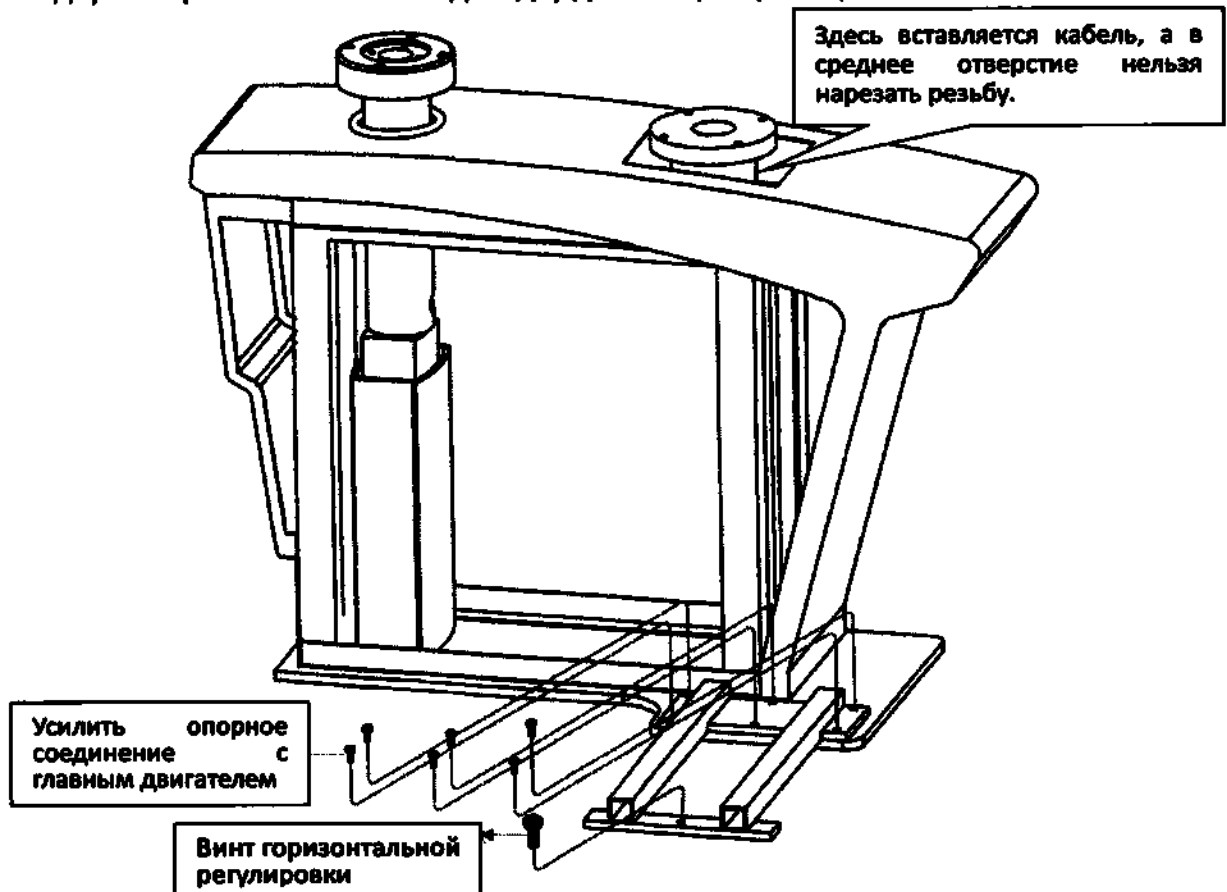

Рис.2
- 9) установка компонентов педали: открутите четыре винта крепления коврика педали, снимите накладку и вытащите опоры. Закрепите кронштейн на основной раме, закройте накладку и закрепите винтами подкладку для ног. (см. рис. 2)